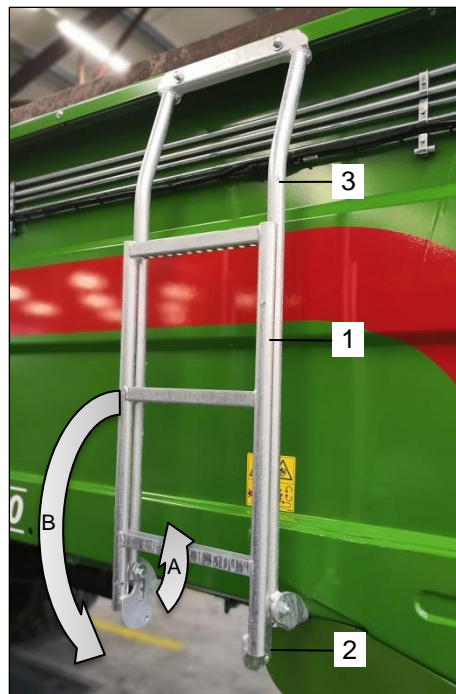
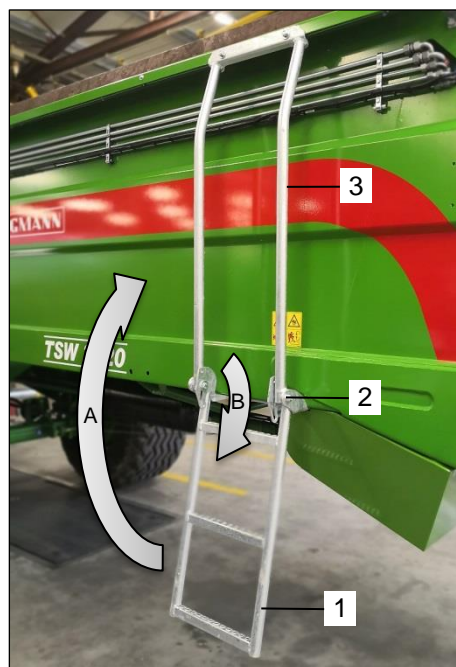

Bild 7: Stege
Bild 8: Stege
Gör så här för att svänga ner stegen (Bild 7/position 1):
- A: Lyft underdelen av stegen (Bild 7/position 1) med båda händerna och dra den i upplyft position längs de avlånga hålen i vridpunkten (Bild 7/position 2) ända till anslaget.
- B: Sväng upp underdelen av stegen (Bild 7/position 1) ända upp med båda händerna, tills att den på båda sidorna ligger helt an mot fästet.
Gör så här för att föra tillbaka stegen (Bild 8/position 1) till den övre positionen igen.
- A: Sväng upp underdelen av stegen (Bild 8/position 1) ända upp med båda händerna och dra den i upplyft position längs styrhålen i vridpunkten (Bild 7/position 2) ända till anslaget.
- B: Underdelen av stegen (Bild 8/position 1) måste nu ligga an helt mot den fasta överdelen av stegen (Bild 8/position 3) och vara vid anslaget av styrhålen i vridpunkten (Bild 8/position 2). Först då är det säkerställt, att stegen inte kan falla ner igen.